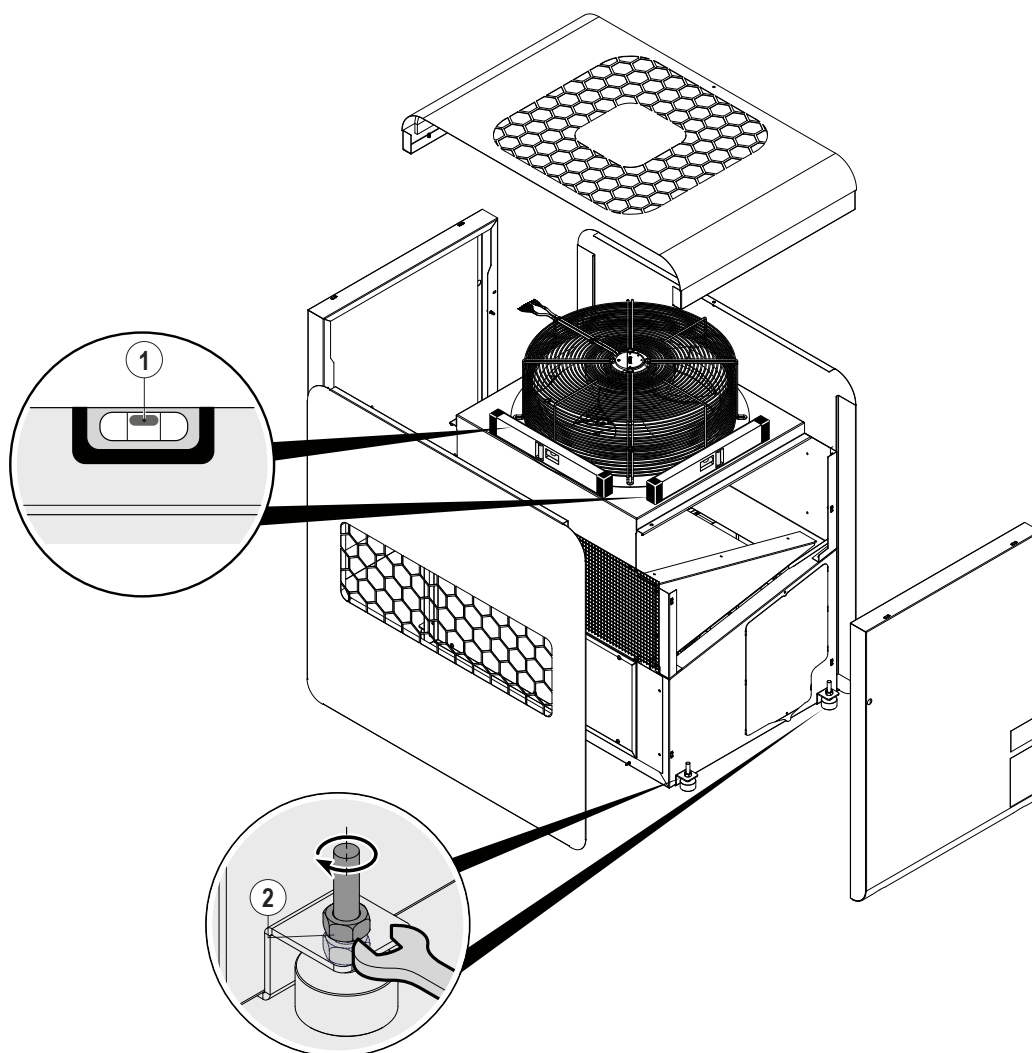

ABB. 36 (Nivellieren der Maschine)
- 1) Positionieren Sie eine Wasserwaage (**ABB. 36 -Bez. 1**) in Längs- und Querrichtung der Maschine
- 2) Richten Sie mit Hilfe der Muttern (**ABB. 36 -Bez. 2**) die Maschine aus